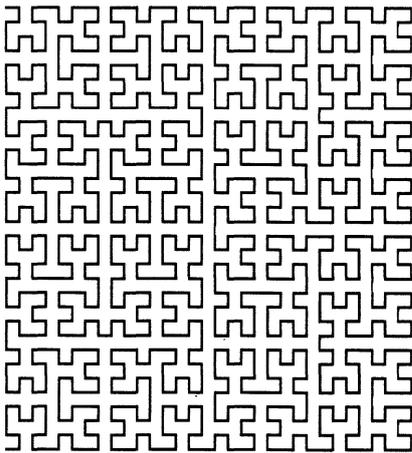

Abbildung 19
2. Beispiel: Die Hilbertkurve (Listing 14, Abbildung 19)